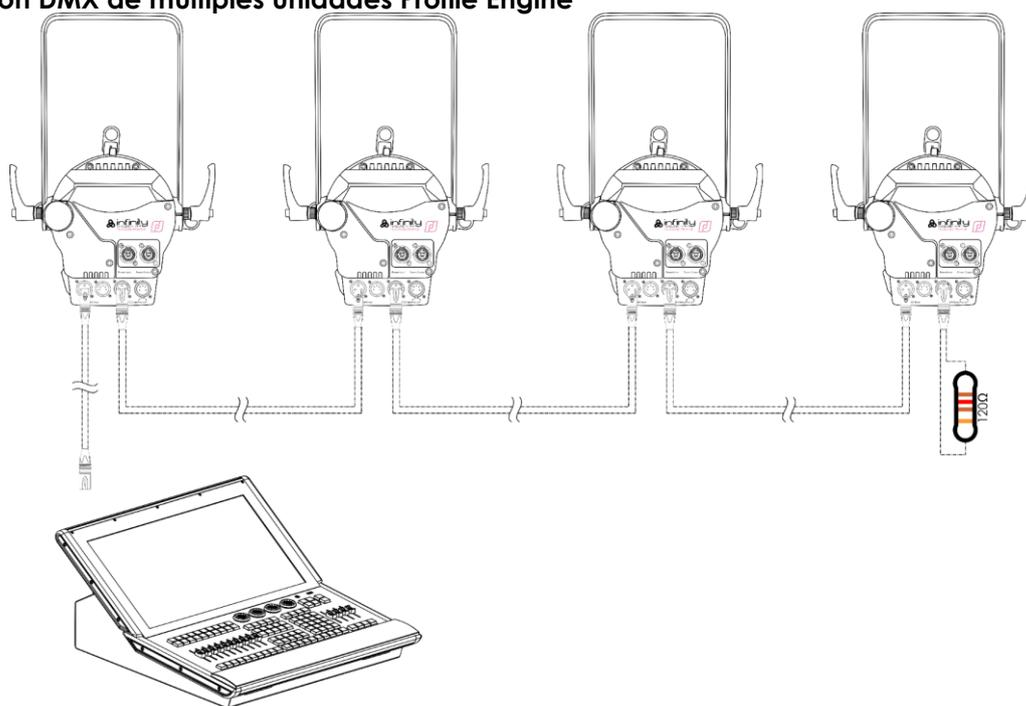

Fig. 12
- 05) Conecte las unidades entre ellas como se indica en la Fig. 12. Conecte un cable de señal DMX que vaya desde el conector DMX Out (salida) de la primera unidad al conector DMX In (entrada) de la segunda unidad. Repita este proceso para interconectar las unidades segunda, tercera y cuarta.